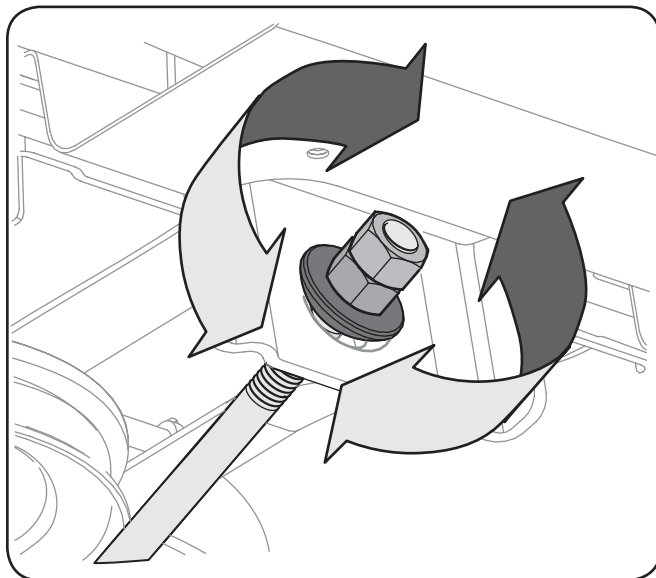

Figura 6-5
1. Para *eleva*r el frente de la plataforma, afloje la tuerca exterior y apriete (rosca hacia adentro) la tuerca contra el soporte de suspensión delantera. Consulte Figura 6-5. Cuando se logra el ajuste correcto, vuelva a apretar la tuerca exterior de 25-30 ft-lbs.
2. Para *bajar* el frente de la plataforma, afloje la tuerca exterior y afloje (rosca hacia afuera) la tuerca, lejos del soporte de suspensión delantera. Consulte Figura 6-5. Cuando se logra el ajuste correcto, vuelva a apretar la tuerca externa.